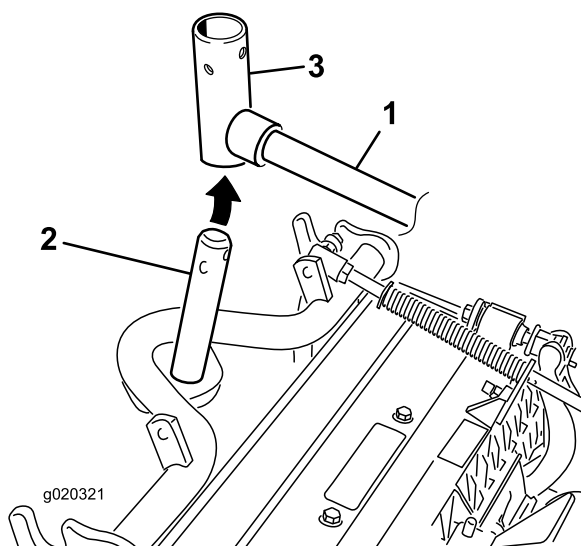

Figura 10
3. Per gli elementi di taglio anteriori, infilate un elemento di taglio sotto il braccio di sollevamento mentre inserite l'albero del telaio portante nella forcella di articolazione del braccio di sollevamento (Figura 10).
2. Inserite la forcella del braccio di sollevamento nell'albero del telaio portante (Figura 10).